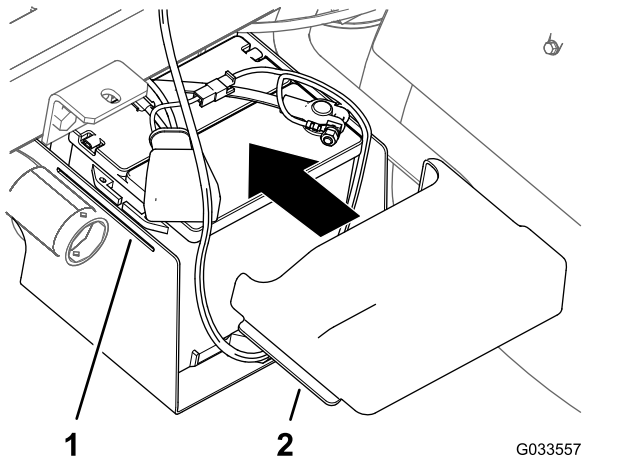

Figura 33
10. Strângei părțile laterale ale capacului bateriei, alinai proeminențele capacului cu fantele din baza bateriei și deblocați capacul bateriei (Figura 33).